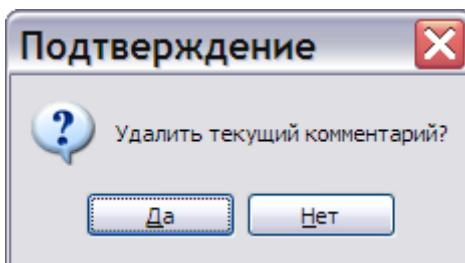

Рис. 78
1. В окне **Примечания** выделите примечание и нажмите на кнопку **Удалить** на панели инструментов окна. После этого появится запрос на подтверждение удаления (Рис. 78).